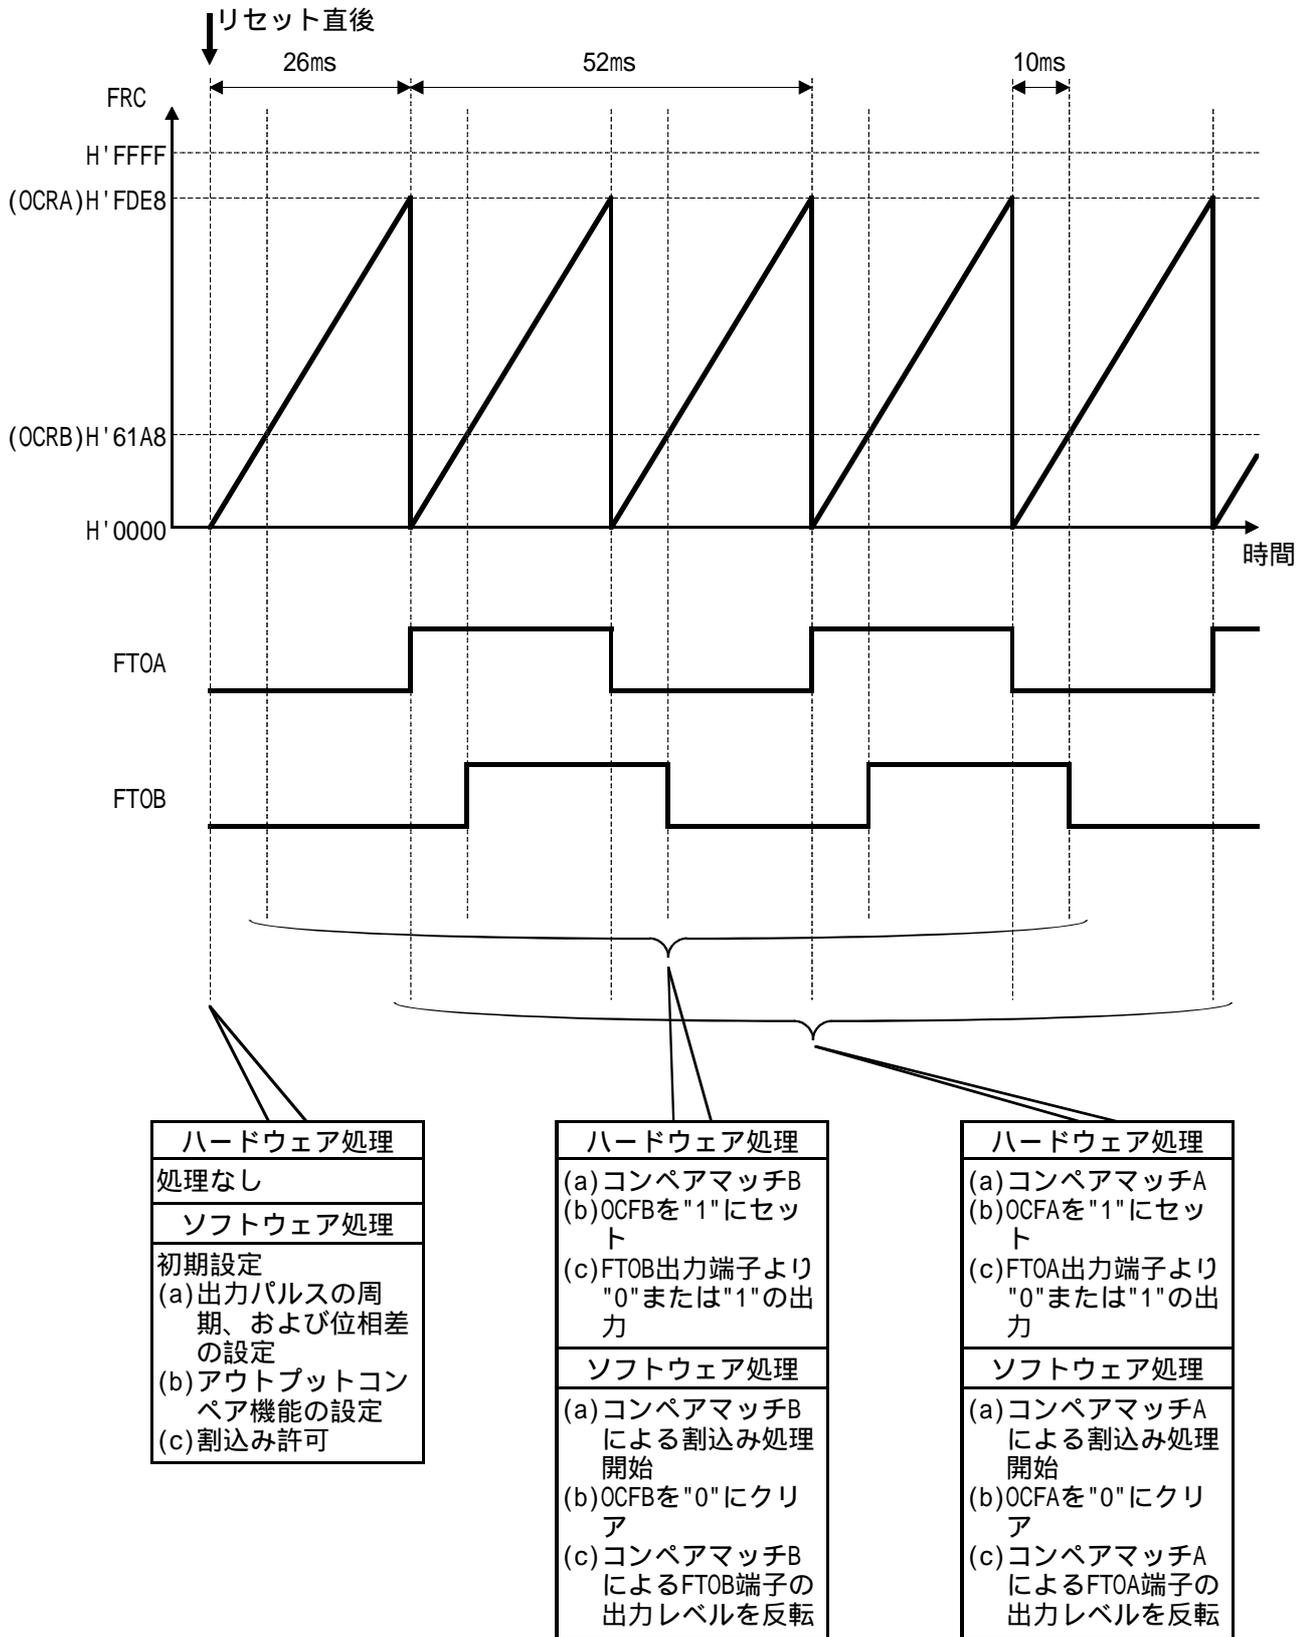

図4 タイマXアウトプットコンペア機能による任意の位相差のパルス出力の動作原理
(1) 図4に動作原理を示します。図3に示すようなハードウェア処理、およびソフトウェア処理によりタイマXアウトプットコンペア機能による任意の位相差のパルス出力を行ないます。